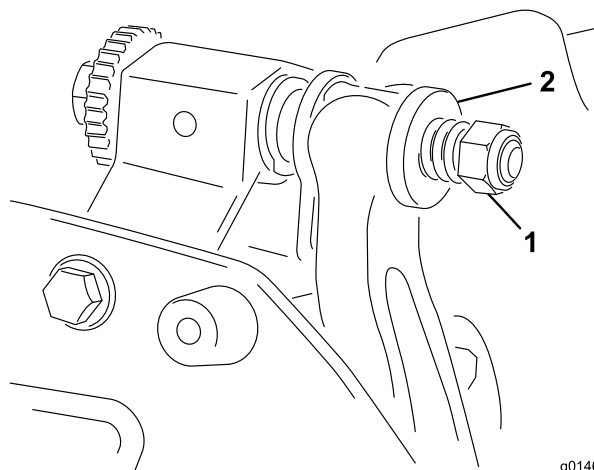

图19
4. 旋紧弹簧加压螺母，直到弹簧完全压紧，然后往回松开 1/2 圈（图19）。